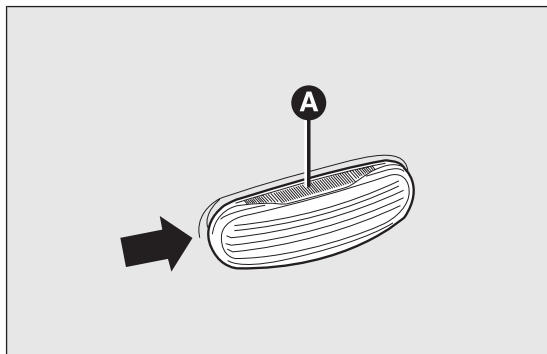
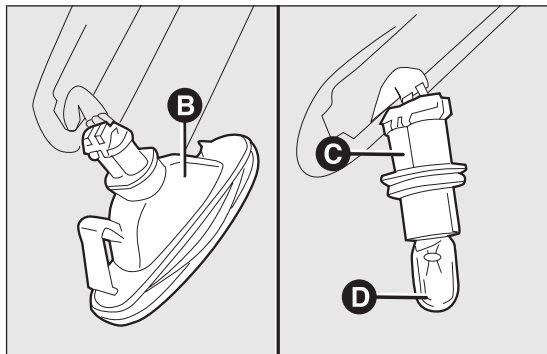

fig. 156
fig. 157
- agire sul trasparente A fig. 156 in modo da comprimere la molletta interna B fig. 157, quindi sfilare il gruppo verso l'esterno;